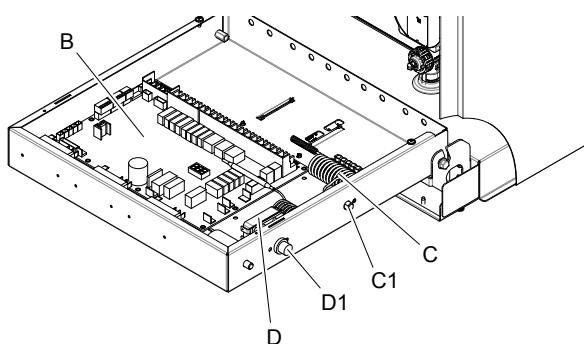

fig. 20 - vista interna del quadro elettrico
- B** Scheda idronica elettronica (fig. 20)
- C** Protezione termica di sicurezza per resistenza elettrica monofase con pulsante di riarmo manuale (part. C1 fig. 20)
- D** Protezione termica di sicurezza per resistenza elettrica trifase con pulsante di riarmo manuale (part. D1 fig. 20)